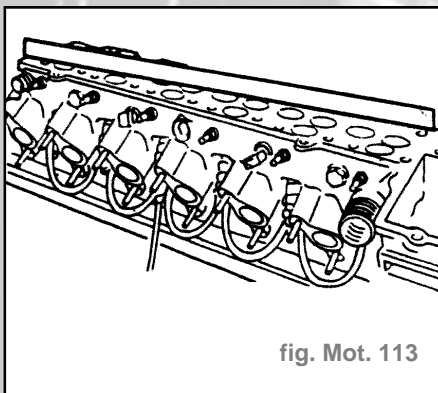

fig. Mot. 113
- Vérifier la planéité du plan de joint de la culasse à l'aide d'une règle de précision du comillerce (fig. Mot. 113).